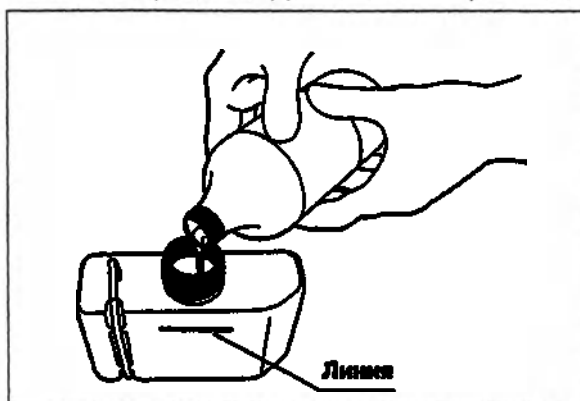

Рис. 4.79
1. Наливайте 70% раствор этилового спирта до тех пор, пока его уровень внутри бака не достигнет линии, нанесённой на поверхности бака, как описано в разделе «Добавление спирта» на стр. 73 (см. рис. 4.79).